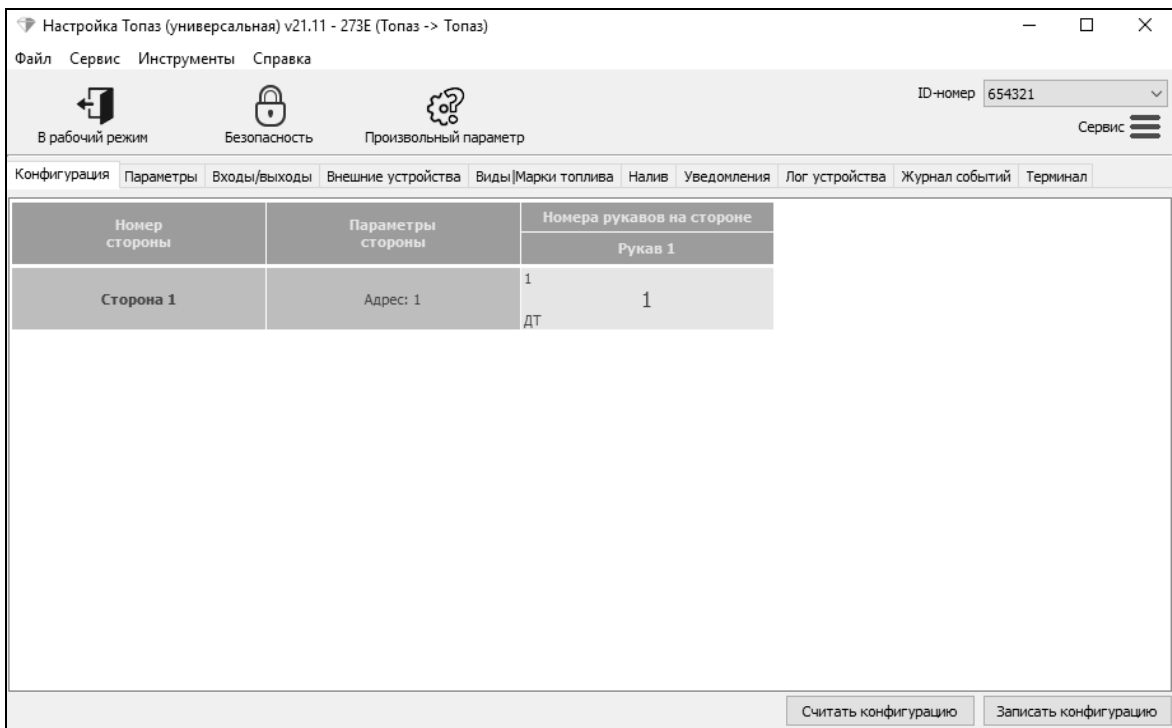

Рисунок 2
8.4 На первой вкладке программы считать конфигурацию устройства, нажав соответствующую кнопку (рисунок 2).